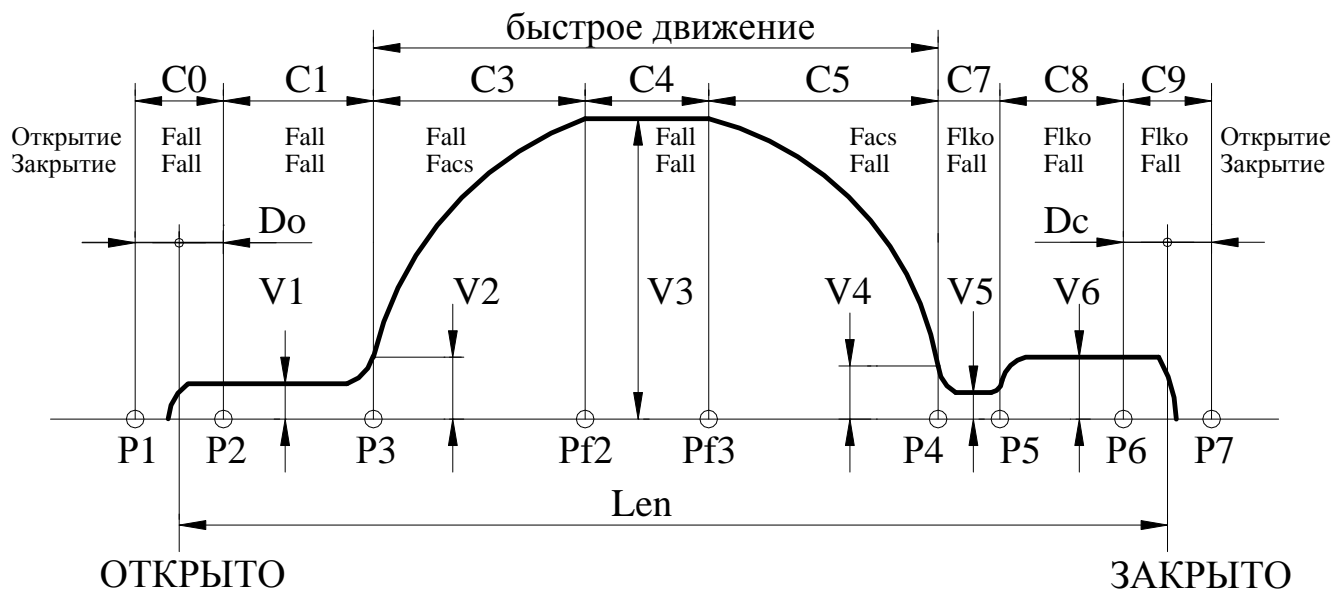

Рис.4. Траектория движения.
3.8.5.3. Одностороннее удержание положения реализуется автоматически после получения открытого состояния ($ВКО=1$) с силой *Farro*, причем точка удержания в зоне открытия равна $X_{arго} = D_0 + 30 - D_{кееро}$ (при полном открытии $X_{arго} = 0$), где D_0 – ширина зоны С0 (**рис.4**), т.е.
3.8.6.4. *Устройство* отрабатывает траекторию движения, показанную на **рис.4**, справа налево. На **рис.4** отображено также распределение сил на участках траектории при открытии.
3.8.7.4. *Устройство* отрабатывает траекторию движения, показанную на **рис.4**, слева направо. На **рис.4** отображено также распределение сил на участках траектории при закрытии.
3.8.7.6. При **полном закрытии**, когда одновременно подана команда ДК и *Устройство* определило наличие упора в зоне C9 (см. **рис.4**), выдается сигнал ВКЗ.
- **E0L** – переезд зоны полного открытия (**C0, рис.4**) или полного закрытия (**C9, рис.4**). *Синхронизация* в этом случае выключается. Ошибка сбрасывается при смене кода направления вращения, но затем необходимо провести *синхронизацию* заново. При повторном неоднократном возникновении данной ошибки можно провести **измерение проема**, если затем эта ошибка все равно будет возникать, необходимо проверить механику привода.
3.9.1. Рис.4, на котором показана траектория движения, отслеживаемая *Устройством*, поясняет назначение многих параметров, рассмотренных ниже. На рис.4 отображено также распределение сил на участках траектории отдельно при открытии и при закрытии (при переходе в режим удержания устанавливается соответствующая сила удержания).
- 3.9.6.14. **Номер D** – C_vko ($l=Ks$ мм) – дополнительное смещение точки **P2(рис.4)** для расширения диапазона удержания сигнала ВКО.
- 3.9.6.15. **Номер E** – C_vkz ($l=Ks$ мм) – дополнительное смещение точки **P6(рис.4)** для расширения диапазона удержания сигнала ВКЗ.